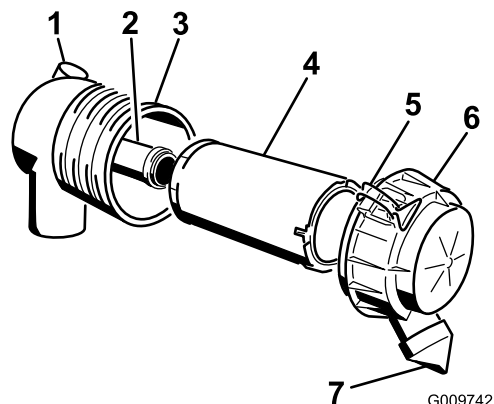

Figura 29
Importante: Effettuate la manutenzione del filtro dell'aria quando la spia diventa rossa (Figura 29). Sostituendo il filtro dell'aria prima del necessario aumenta il rischio che la morchia entri nel motore quando si toglie il filtro.
4. Rilasciare i dispositivi di fermo del filtro dell'aria e togliere il coperchio dal corpo del filtro (Figura 29).
1. Estraete con cautela il filtro primario dal corpo del filtro dell'aria (Figura 29). Non urtate il filtro contro il corpo.
- Se sostituite il filtro di sicurezza, fate scorrere delicatamente il nuovo filtro nel corpo del filtro (Figura 29).
- Montate con cautela il filtro primario sul filtro di sicurezza (Figura 29). Verificare che sia inserito a fondo, premendo sul bordo esterno del filtro mentre lo si inserisce.
- Montate il coperchio del filtro dell'aria con il lato contrassegnato UP (alto) rivolto in alto, quindi fissate i dispositivi di fermo (Figura 29).